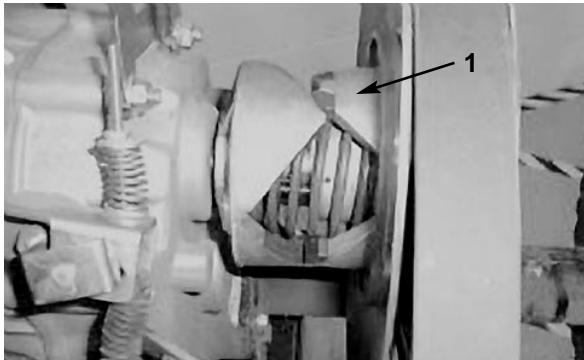

Bild 17
- Stellen Sie sicher, dass die Hinterachse auf Neutral gesperrt ist, indem Sie die sekundäre Kupplung (Bild 17) drehen. Dabei dürfen sich die Räder nicht drehen.